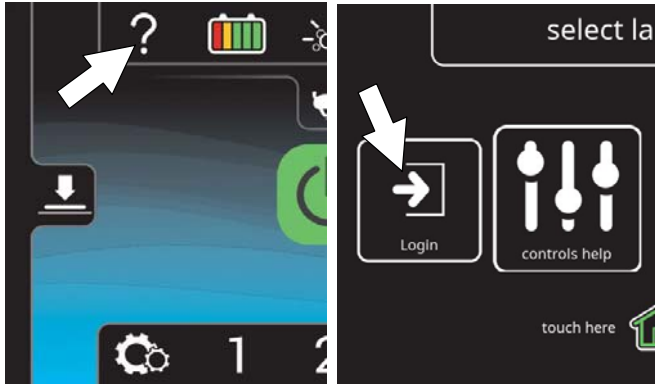

ABB. 170
2. Drücken Sie die Hilfe-Taste und melden Sie sich im Supervisor-Modus an der Maschine an (Abbildung 170). *Siehe Zugriff auf den Supervisor-Modus.*